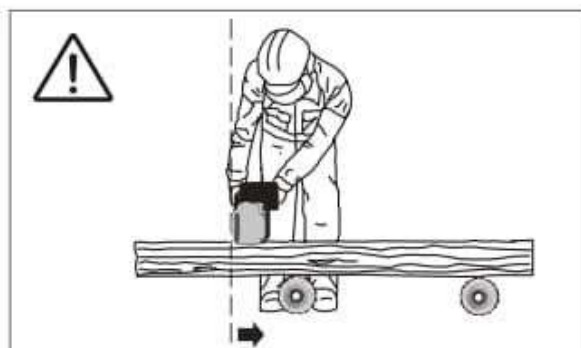

Рисунок 2.
- Пилу следует вести таким образом, чтобы никакая часть тела не находилась в плоскости резания (рис. 2). Запрещено использовать пилу в качестве рубанка.